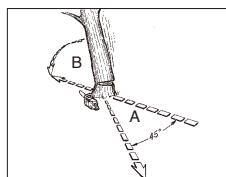

Fig. 11A
**WARNING!** En reträttväg (A) ska planeras och om nödvändigt röjd innan sågningen börjar. Reträttvägen bör sträcka sig bakåt och diagonalt från den väntade fallriktningen enligt Fig. 11A.
**! VARNING!** När fällskäret närmar sig gångjärnet börjar trädet att falla. När trädet börjar falla, ta bort sågen från skäret, stoppa motorn, lägg ned sågen och lämna området på reträtvägen (Fig. 11A).